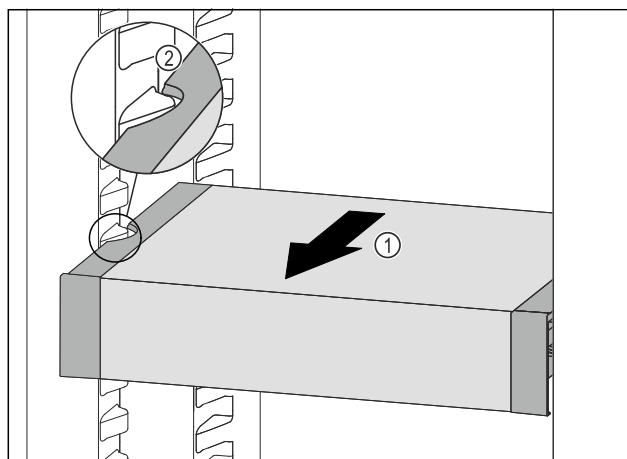

Fig. 132
- Tire del VarioSafe hacia delante *Fig. 132 (1)* hasta que los huecos laterales del VarioSafe se encuentren a la altura de la nervadura del recipiente en el compartimento del frigorífico. *Fig. 132 (2)*